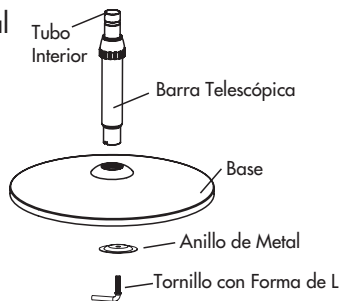

Figura 4.
- Retire el tornillo en forma de L y el anillo de metal de la barra telescópica girando dicho tornillo hacia la derecha. (Figura 4)
- Inserte la barra telescópica en la parte superior de la base. Instale el tornillo en forma de L y el anillo de metal de nuevo en el agujero roscado en la parte inferior de la barra telescópica para asegurarla a la base. (Figura 4)